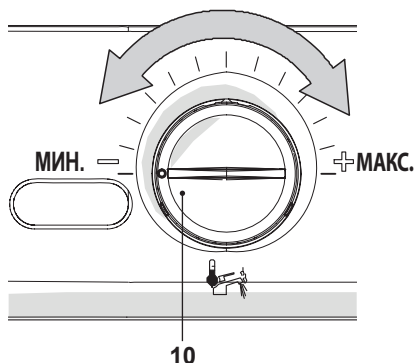

Рисунок 9.17
- Установите регулятор температуры горячего водоснабжения 10, см. Рисунок 9.17, на минимальное значение. На ЖК-дисплее **P09** будет загораться поочередно с 01.